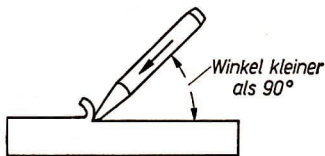

Bild 5
4. Erläutere, warum die obere Keilwange des Meißels in Bild 5 geringeren Widerstand findet als die untere!